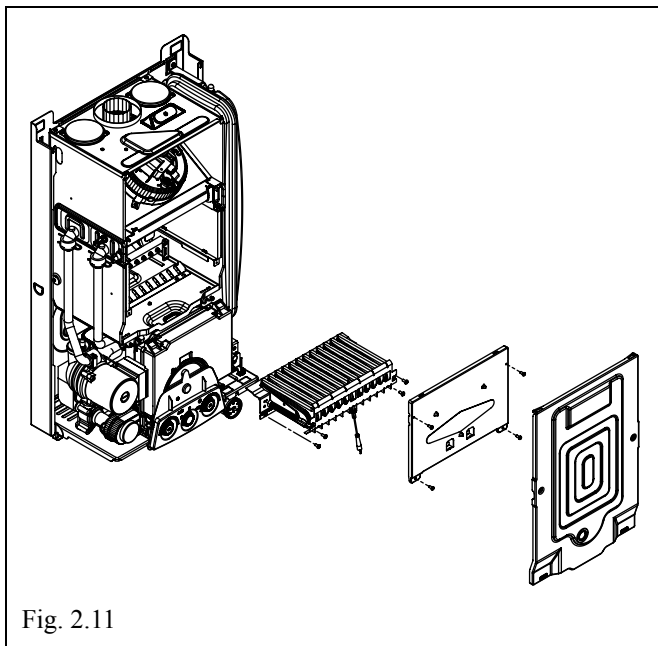

Fig. 2.11
- rimuovere in successione: mantello, coperchio cassa aria e coperchio camera di combustione (FIG. 2.11);